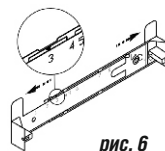

рис. 6
6.3 Крепление кронштейна к стене (рис. 6, 7).
- прежде чем прикрепить кронштейн к стене, необходимо выставить его на нужный размер (равный ширине верхней фальштрубы) (рис.6). Увеличьте размер кронштейна (если это необходимо) и установите фиксатор напротив цифры, соответствующей Вашей вытяжке (см. табл.3, графа N).